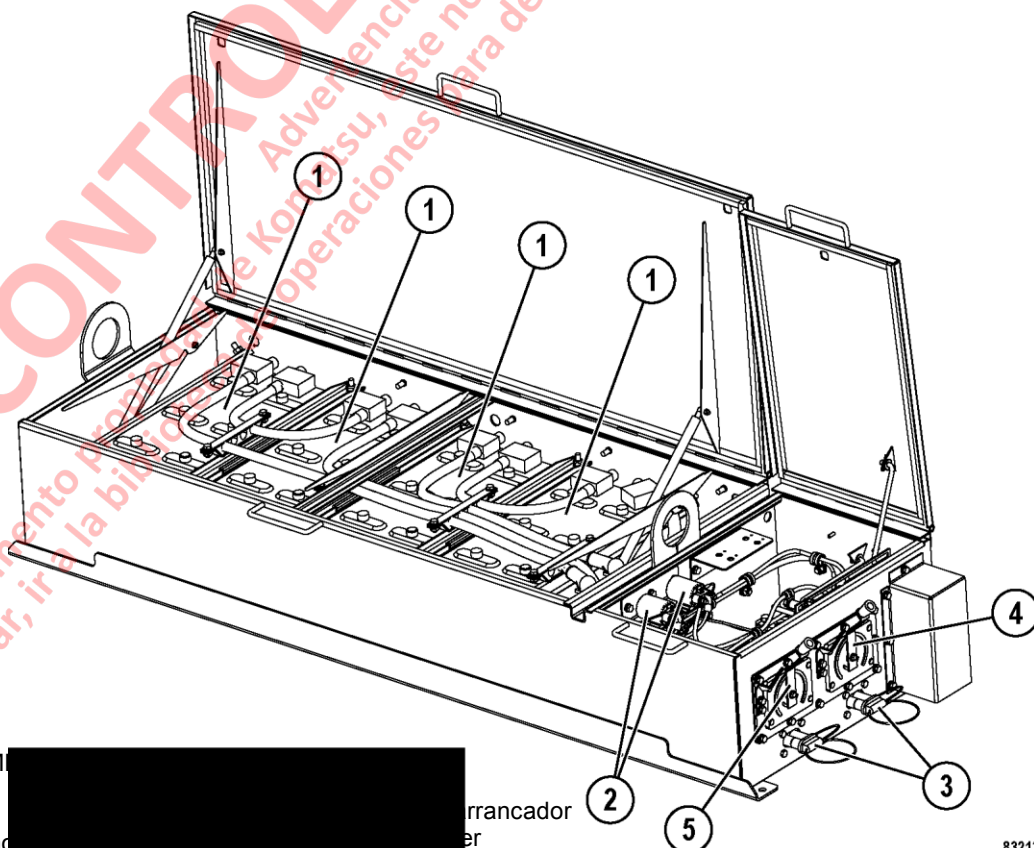

FIGURA 2-1. COM
Cuatro baterías tipo 8D (3, Figura 2-1) para el circuito de arranque del motor de 24VDC se encuentran ubicadas en la caja de baterías en el centro de la plataforma delantera. Para acceder a las baterías, abra las dos cubiertas con bisagras girando los seguros de la cubierta (1) hacia la izquierda hasta que se liberen. Las argollas de izaje van en cada extremo de la caja de batería de modo que el conjunto de la caja de batería completo se pueda sacar, si fuese necesario.